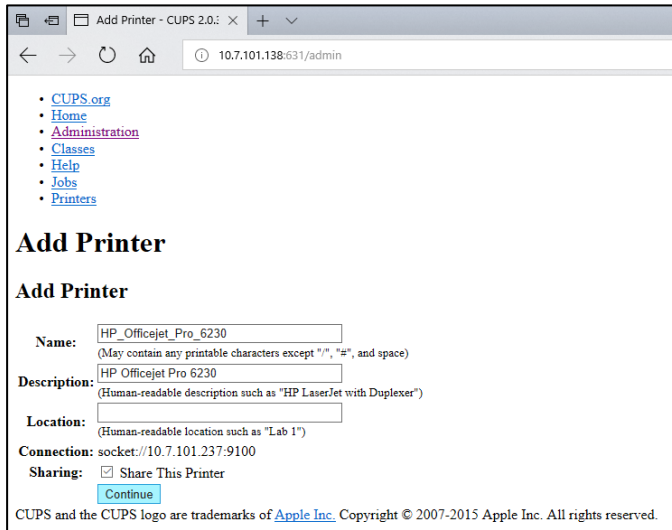

Figura 76. Tela Add printer (Adicionar impressora).
5. Selecione Share this printer (Compartilhar esta impressora) e pressione Continue (Continuar) (Figura 76, página seguinte).